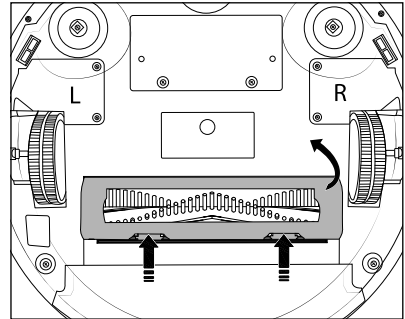

Fig. 14
- ◆ Appuyez sur les deux touches de déverrouillage du cache du rouleau brosse 17 pour le détacher. Retirez le cache du rouleau brosse 17 de l'appareil (voir fig. 14).